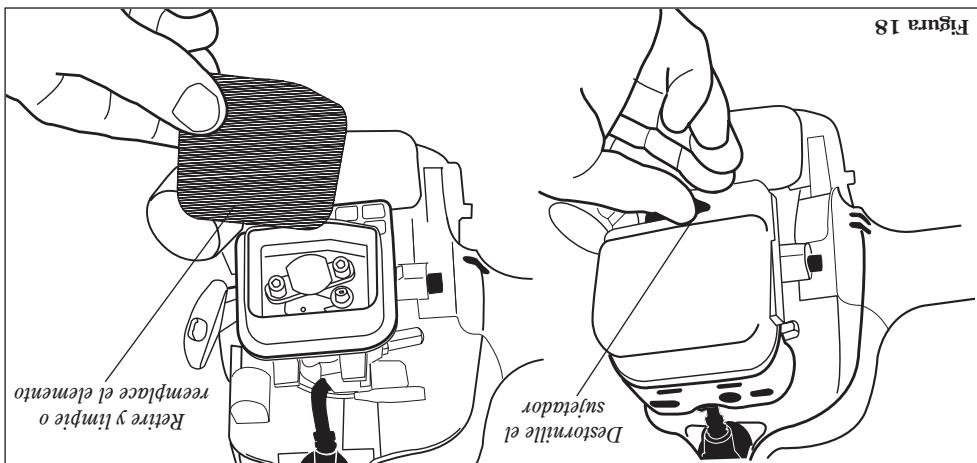

Figura 18
- Consulte la figura 18. Limpie o reemplácelo.